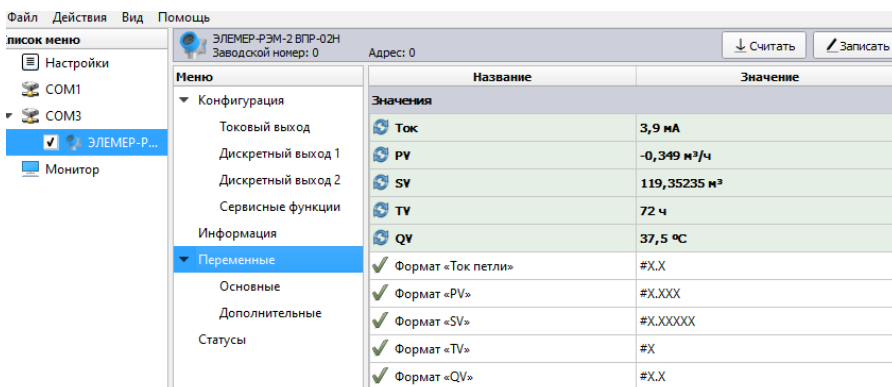

Рисунок 2.19 – Меню «Переменные»
2.6.5.1 ЭЛЕМЕР-РЭМ-2 поддерживает динамические переменные, доступные для чтения по HART-протоколу, приведенные в таблице 2.26. Динамические переменные отображаются в меню «Переменные», подменю «Основные» ПО «HART MultiConfig» (рисунок 2.19).
2.6.5.2 ЭЛЕМЕР-РЭМ-2 поддерживает динамические переменные, доступные для чтения по HART-протоколу, приведенные в таблице 2.27. Динамические переменные отображаются в меню «Переменные» ПО «HART MultiConfig» (рисунок 2.19).